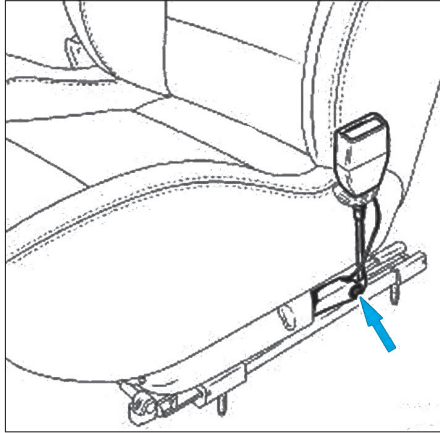

FIG. 11
- Déposer la vis du prétensionneur (Fig.11).